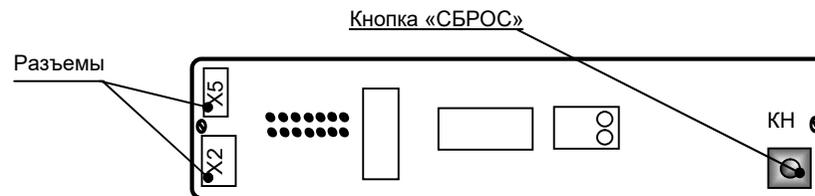

Рис. 6 Плата индикации
- Для обнуления счетчика нажать кнопку «СБРОС» (КН) (рис.6), расположенную на плате индикации панели управления, установленной на крышке рециркулятора.